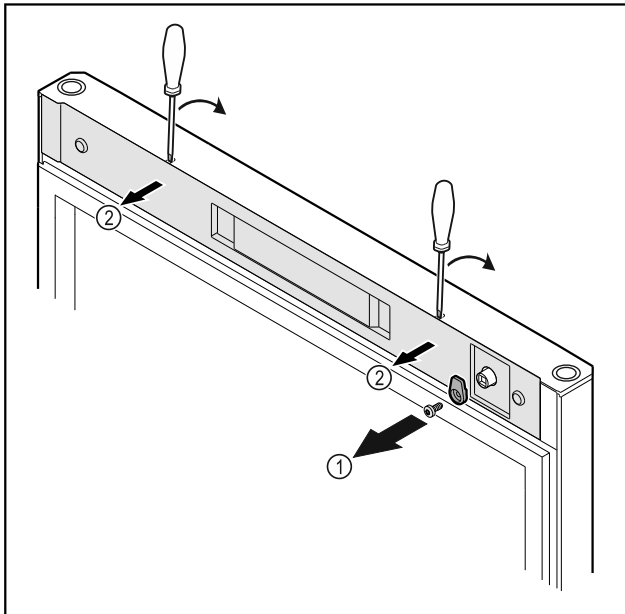

Fig. 18
- ▶ Відкрутити запірний гачок Fig. 18 (1).
- ▶ За допомогою малої викрутки зніміть з фіксатора кришку Fig. 18 (2) і видаліть.